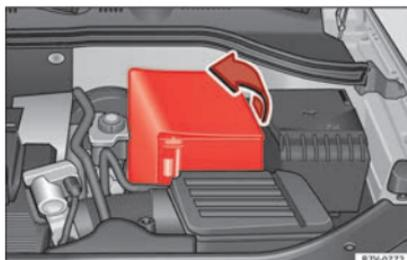

Fig. 249 No compartimento do motor: desdobre a cobertura da bateria do veículo.
- No caso de uma cobertura: retire a cobertura soltando-a para um lado » **Fig. 249**.